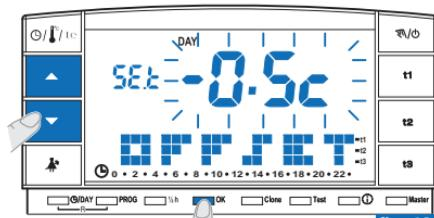

fig. 40
- En appuyant sur les touches **▲▼**, configurer la valeur désirée (exemple sur la fig. 40).
- Appuyer sur **OK** pour confirmer et revenir au fonctionnement par programme (exemple sur la fig. 40).
La figure 40 présente l'exemple de configuration de la correction de température ambiante (offset): **-0,5°C**.